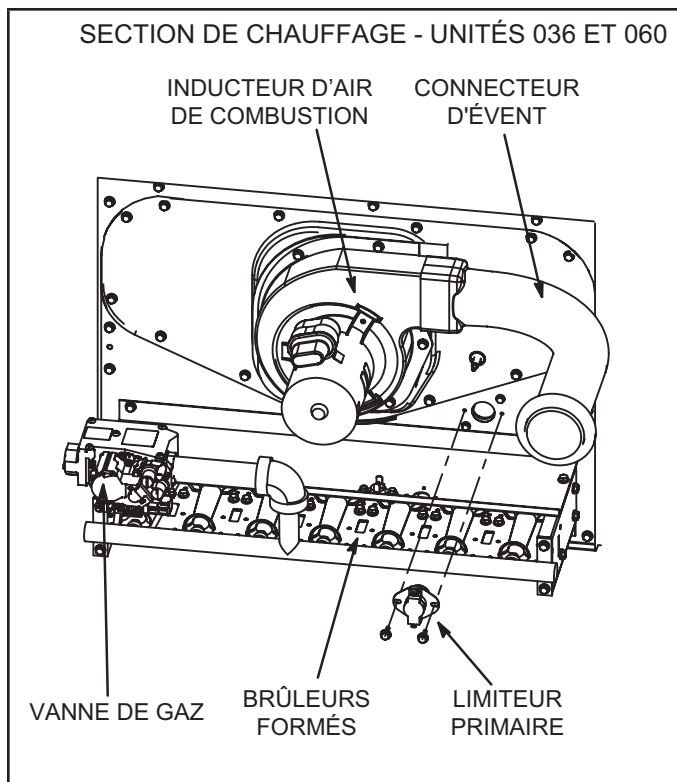

FIGURE 41
*SD 036 & 060* - Sur le vestibule, à droite de l'inducteur d'air de combustion. Reportez-vous à la FIGURE 41.